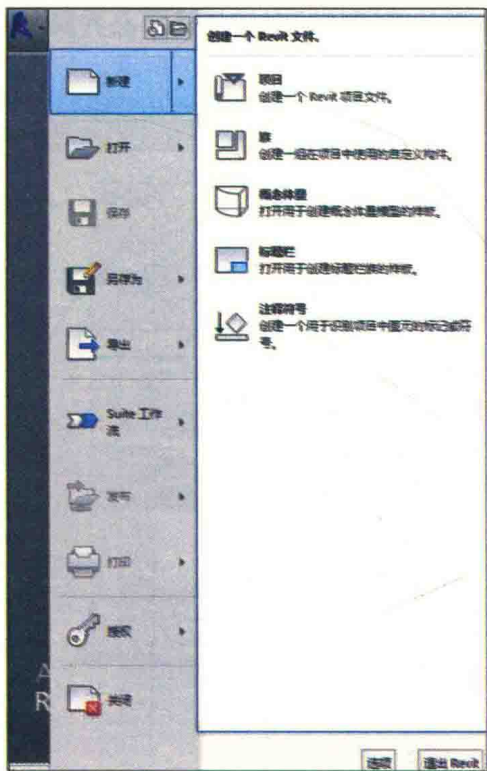

图 0-5
(2) 上下文选项卡:当执行某些命令或选择图元时,在功能区会动态出现某个特殊的上下文选项卡,该选项卡包含的工具集仅与对应命令的上下文关联。
(3) 选项栏:大多数情况下,选项栏与上下文选项卡同时出现、退出,其内容根据当前命令或选择图元变化而变化。
(4) 应用程序菜单:单击  按钮,展开应用程序菜单,如图 0-5 所示。